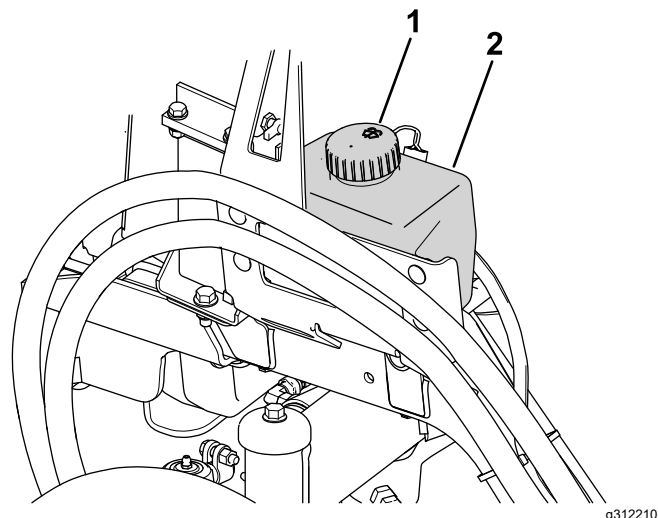

Figura 81
1. Togliete il tappo (Figura 81) dal serbatoio.